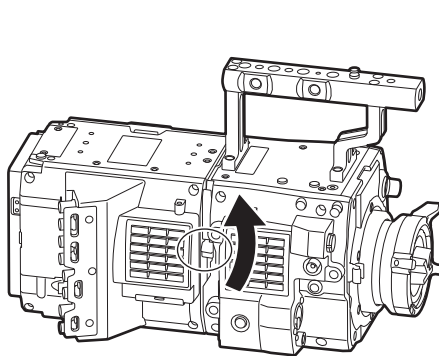
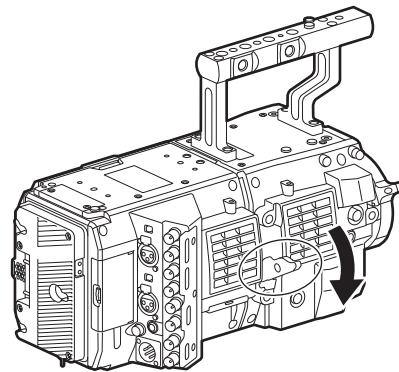

図 1
図 2
- 1 レコーディングモジュールリリースレバーのロックノブ (赤色) を引き上げながら (図 1)、レコーディングモジュールリリースレバーを押し下げる。(図 2)